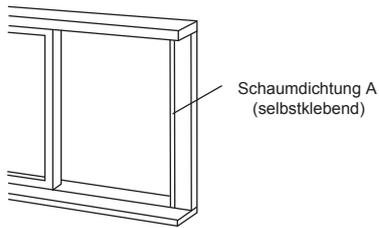

Abb. 12
1. Schneiden Sie die Schaumdichtung A (selbstklebend) auf die passende Länge zu und kleben Sie sie auf den Fensterrahmen (Abb. 12).